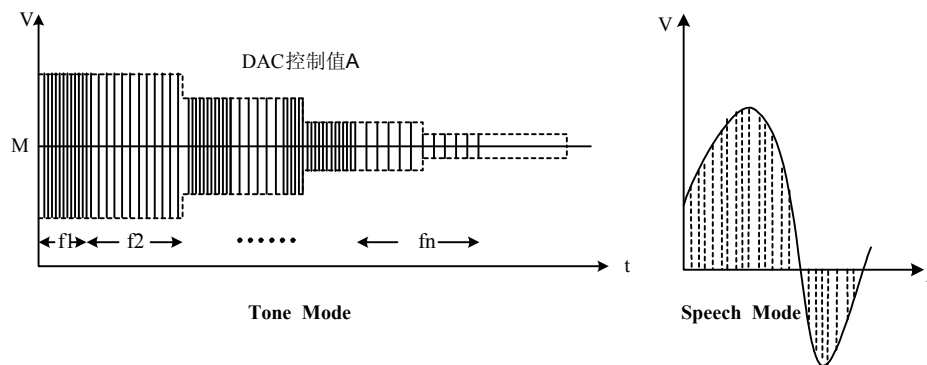

图 1.5 $\mu'nSPTM$ 两种音频输出方式的波形
- A: 音频输出的两种方式 Tone Mode 和 Speech Mode 的区别在于:其输出的控制机理不同。前者是通过控制 Timer 溢出所产生的不同频率来决定声波振动次数的多少，从而决定发出的声音音调的高低，譬如好听的乐音；后者则是用与声音（不论是音乐还是语音）数据采样率相同的速率将声音数据通过数/模转换（D/A）通道还原成音频电压或电流输出，其中声音数据采样率可决定声音音质的好坏，并决定了声音数据所需占据的存储空间。Timer 对于前者是必须要有的组件之一。其作用是控制 Tone Mode 中发声频率。DAC 或 PWM 方式无非是 D/A 转换的 2 种不同形式，它们自己本身都可用来实现 Speech Mode 的音频输出(只是形式不同);并且它们分别与 Timer 结合使用可实现 Tone Mode 的音频输出，其中 Timer 起音频调频的作用，而 DAC 或 PWM 则起调幅值的作用。两种方式的音频输出波形参见图 1.5